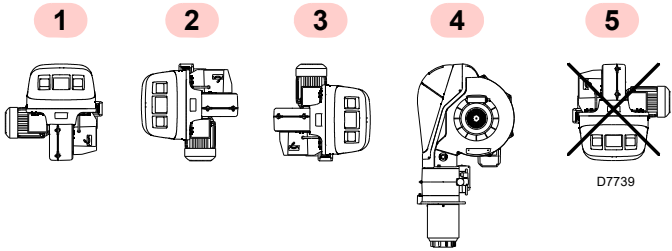

Fig. 8
- Le brûleur n'est prévu que pour fonctionner dans les positions **1**, **2**, **3** et **4** (Fig. 8).